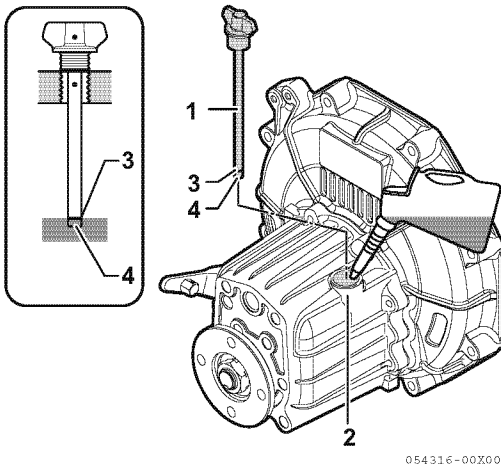

Figure 7
1. Assurez-vous que le moteur est hors tension. Assurez-vous que le moteur est positionné sur une surface aussi plane que possible et nettoyez la zone autour de l'orifice de remplissage de l'engrenage marin (**Figure 7, (2)**).
3. Retirez la jauge (**Figure 7, (1)**) et nettoyez-la avec un chiffon propre.
4. Réinsérez la jauge sans la visser. Voir l'illustration (**Figure 7**).
5. Retirez la jauge. Le niveau d'huile doit se situer entre les lignes supérieure (**Figure 7, (3)**) et inférieure (**Figure 7, (4)**) de la jauge.
3. Remplissez avec de l'huile jusqu'à la limite supérieure de la jauge (**Figure 7, (3)**). Reportez-vous aux spécifications sur l'huile pour engrenage marin à la page 29.